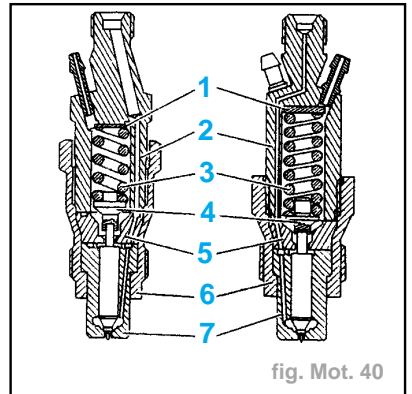

fig. Mot. 40
- Le réglage de la pression de tarage s'effectue par l'intermédiaire d'une cale (1) plus ou moins épaisse (fig. Mot. 40).
- Placer dans le corps (2) (fig. Mot. 40) :
- la cale de réglage (1),
- le ressort (3),